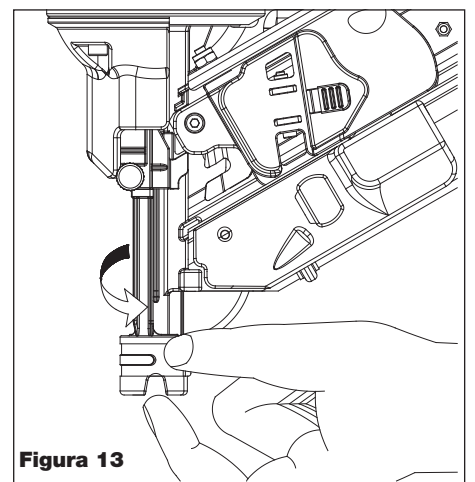

Figura 13
4. Gire 1/4 de vuelta el WCE hacia su posición original como se muestra. Vea la figura 13.